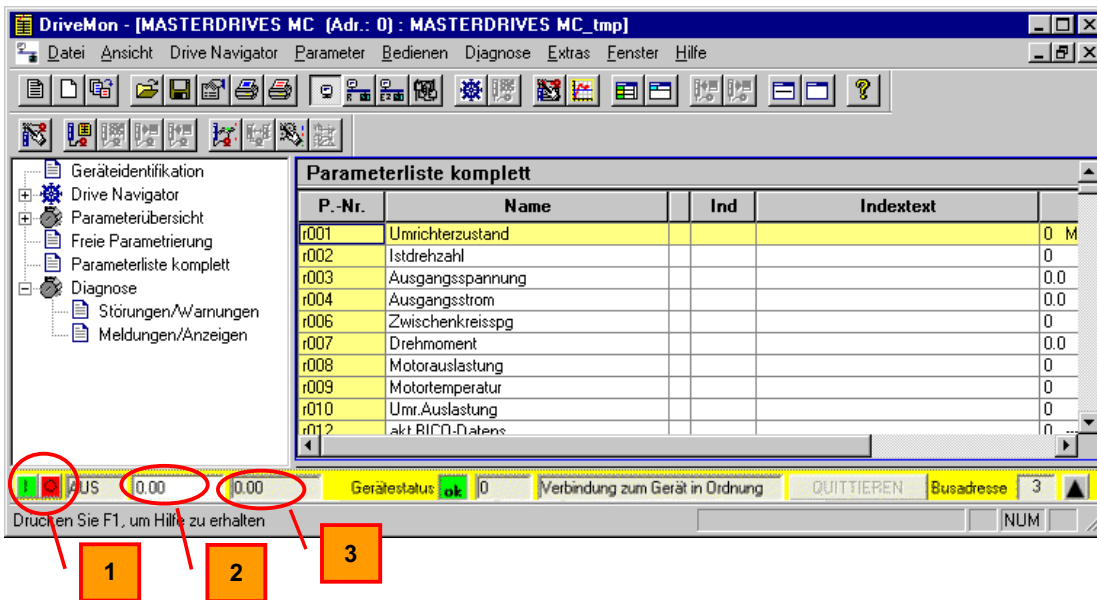

Рис. 5-19 Строка обслуживания
- ◆ ВКЛ/ВЫКЛ (рис. 5-19 [1])
- ◆ Задание рабочей точки и индикация действующего значения (рис. 5-19 [2] [3])